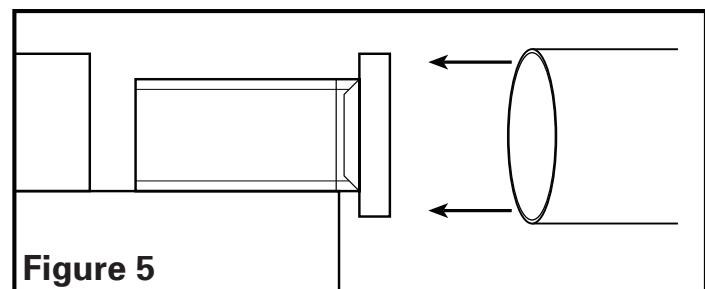

Figure 5
- Enlever tout ruban adhésif qui pourrait retenir le clapet en place durant le transport et raccorder les conduits au collet du conduit du ventilateur (Figure 5). Fixer en place à l'aide de ruban ou de serre-joint. Toujours évacuer le ventilateur vers l'extérieur au travers de chapeau mural ou de toit.